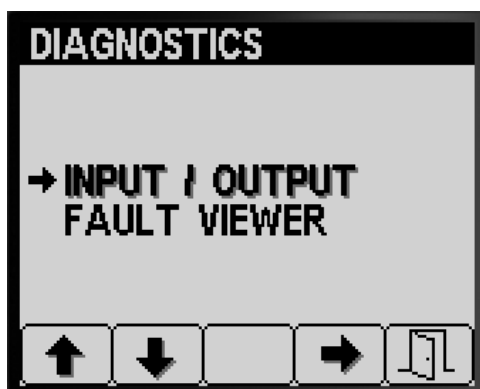

Figure 84
1. Appuyez sur le bouton 1 ou 2 de l'écran Diagnostics jusqu'à ce l'option INPUT/OUTPUT (entrée/sortie) soit atteinte (Figure 84).
2. Appuyez sur le bouton 3 pour sélectionner l'option INPUT/OUTPUT (Figure 84).
4. Appuyez sur le bouton 5 pour quitter l'écran INPUT/OUTPUT et retourner à l'écran DIAGNOSTICS (Figure 84).